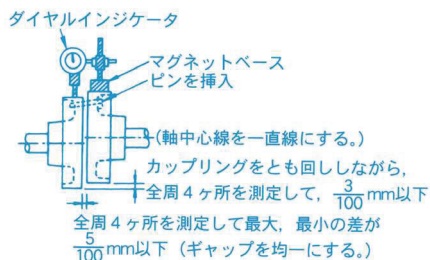
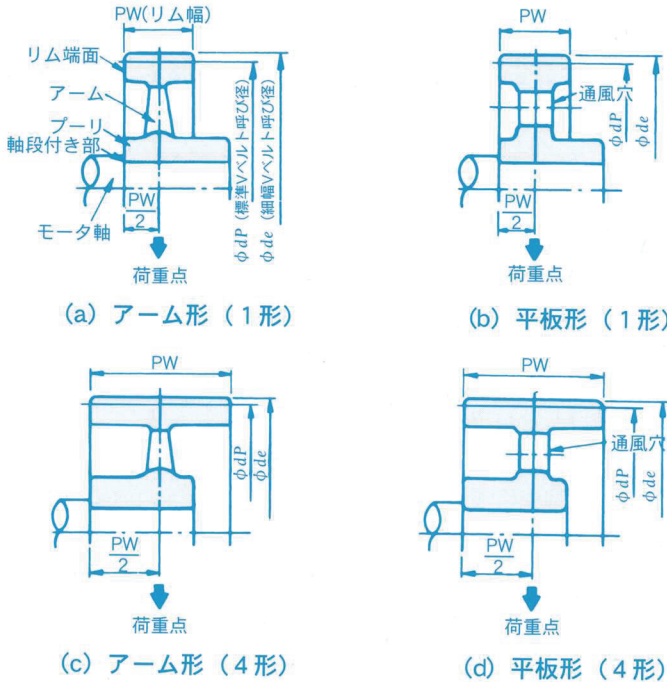

図2 カップリング直結
図3 モータ用Vプーリの取り付け
カップリング直結の場合は、**図2**に示す点にご注意ください。
- (1) モータ用Vプーリは、モータの通風冷却を妨げないようにするため、図3のようなアーム形を標準としています。従って、平板形を使用する場合は、図2のようにできるだけ大きな通風穴を開けてご使用ください。
- (2) モータにVプーリを取り付ける場合は、モータ軸段付き部及び軸受に加わる荷重を最小にするため、Vベルトの張力による軸の荷重点をできるだけモータ側にもってくる必要があります。従って、Vプーリのリム端面は、図3のように軸段付き部と同一面になるように取り付けてください。